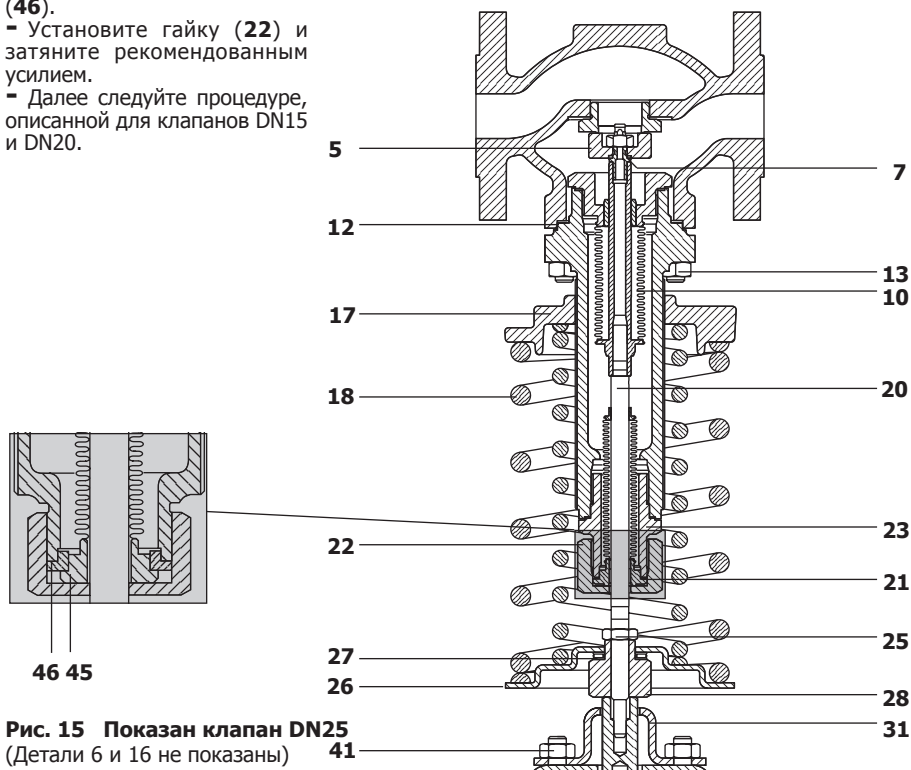

Рис. 15 Показан клапан DN25
- Дискон (настройки (17) полностью ослабьте пружину (18).
- Отсоедините импульсную трубку. Отдайте гайки (41) и снимите привод с клапана.
- Отдайте гайки (16) и снимите монтажную пластину (31).
- Зафиксировав установочную гайку (28), отдайте стопорную гайку (25), затем снимите гайку (28), гайку (25), игольчатый подшипник (27), пластину пружины (26), пластину подшипника (29) и пружину (18).
- Установите монтажную пластину (31) и затяните гайки рекомендованным усилием.
4.4.3 Установка нового уплотнительного сальфона (Рис. 15):